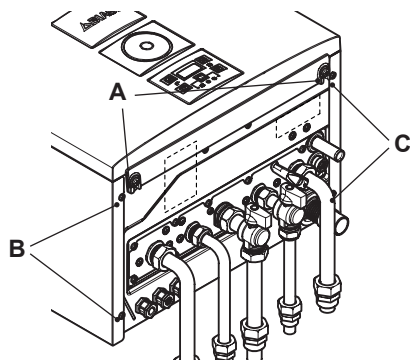
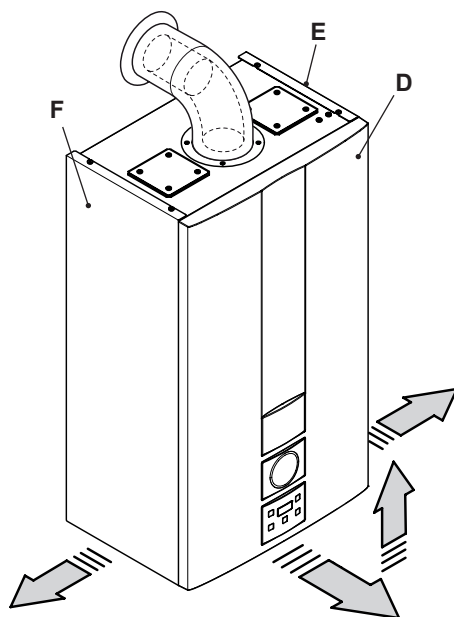

Figura 9.5
Figura 9.6
- Svitare le viti A e rimuovere il pannello frontale D tirandolo a sé e quindi spingendolo verso l'alto in modo da liberarlo dalle sedi superiori (Figura 9.5 e Figura 9.6).
Allentare le viti B e C in Figura 9.5 e togliere i due pannelli laterali E ed F tirandoli verso l'esterno.
- Bloccare il pannello frontale D con le apposite viti A (Figura 9.5).